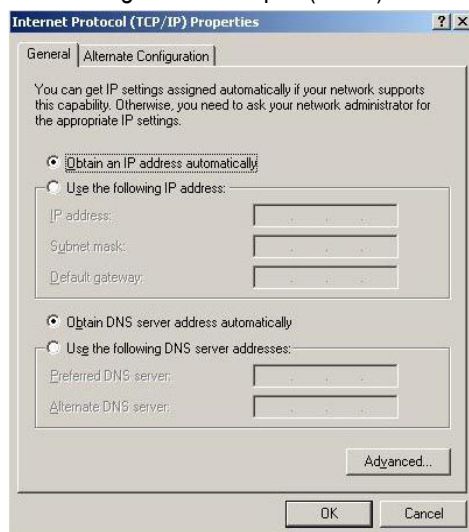

Bild 3
- Der Bildschirm (Bild 3) wird geöffnet, wenn das Netzwerk und ein DHCP-Server verfügbar sind.